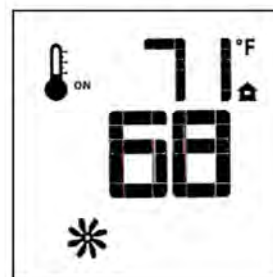

Figure 54. Mode «Ventilateur».
- La vitesse des ventilateurs peut être ajustée à six niveaux de réglage. Pour activer cette fonction, appuyez sur la touche «Mode» pour afficher l'icône du ventilateur (Fig. 54). Les ventilateurs ne démarreront pas s'ils ne sont pas réglés à «ON».